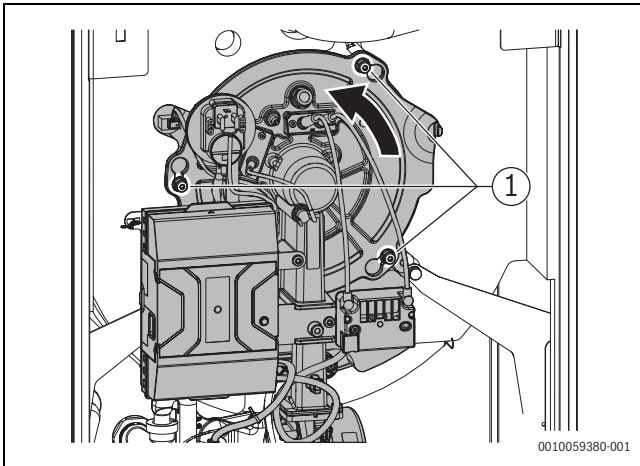

Bild 62 Befestigungsmuttern lösen
- ▶ Drei Befestigungsmuttern (→Bild 62, [1]) lösen.